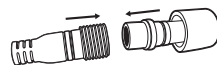

Figura 8
- Acople el conector de 3 pines de la bombilla a la caja de control, como se muestra en la figura 8. Asegúrese de que la cubierta de plástico está bien sujeta.